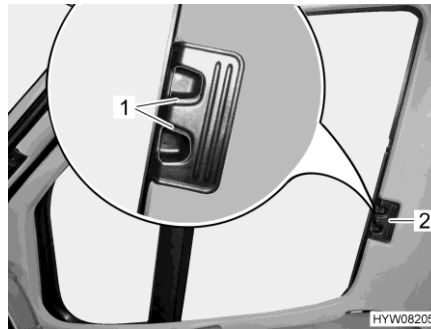
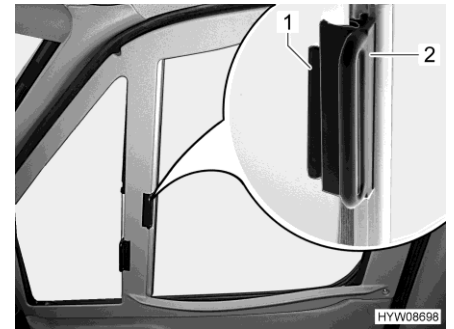

Bild 25    Faltverdunklung (Fahrer-/Beifahrerfenster, Fiat)
Bild 26    Faltverdunklung (Fahrer-/Beifahrerfenster, Mercedes-Benz)
- Je nach Verriegelungssystem die Verriegelungsgriffe (Bild 25,1) zusammendrücken und gedrückt halten.
- Die Faltverdunklungen für das Fahrerfenster und das Beifahrerfenster am Griff (Bild 25,2 bzw. Bild 26,2) zur anderen Fensterseite ziehen und an den Magnetstreifen aneinanderfügen.
- Die Faltverdunklungen für das Fahrerfenster und das Beifahrerfenster am Griff (Bild 25,2 bzw. Bild 26,2) bis zum Anschlag einschieben.
- Die Verriegelungsgriffe (Bild 25,1) loslassen und einrasten lassen bzw. den Griff (Bild 26,2) auf den Aufsatz (Bild 26,1) schieben.